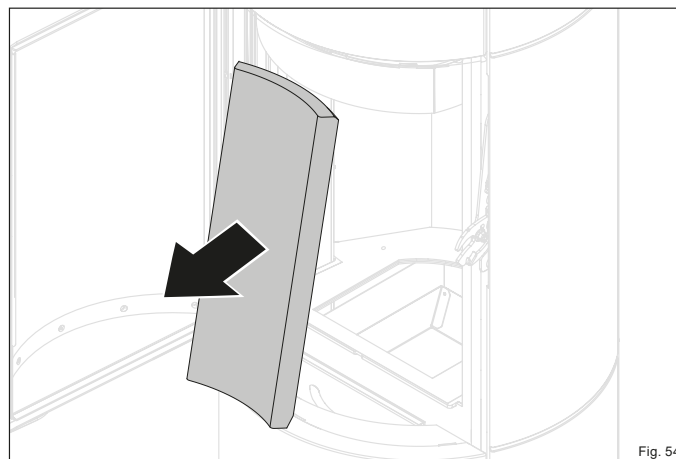

Fig. 54
- ▶ Retirez la pierre thermique arrière (Fig. 54).